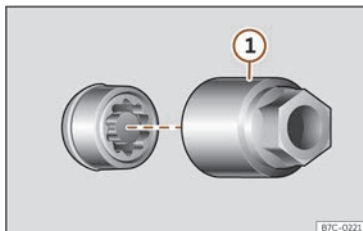

**Fig. 33** Boulon antivol de roue avec capuchon et adaptateur.
- Encastrez l'adaptateur spécial»» fig. 33 ① (outillage de bord»» page 46) sur le boulon de roue antivol jusqu'à la butée.